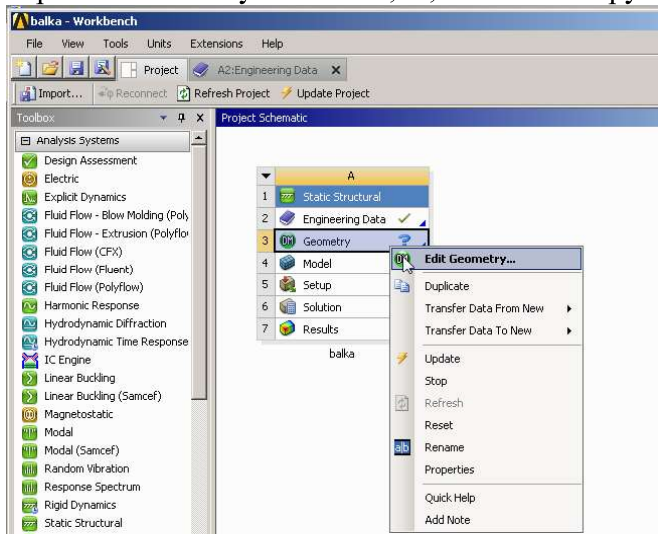

Рис.6
3. Создание геометрии (Geometry) задачи. Шаг 1. Выделяем курсором в Workbench A Static Structural 3 строку Geometry → (ПКМ) → New Geometry (Рис.6), создаётся и открывается файл DM A: балка – Design Modeler. Интерфейс Design Modeler содержит верхнюю линейку меню file,..., панель инструментов, дерево операций (Tree Outline),